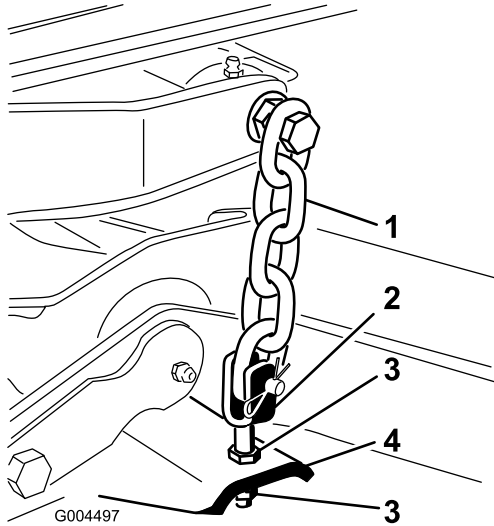

図 75
- デッキのヨーク/チェーンをデッキに固定しているジャムナットを調整してデッキのピッチを 8 mm に調整する(図 75)。